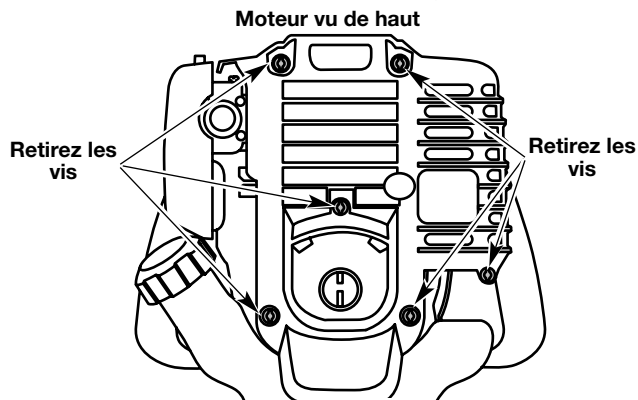

Fig. 52
1. Retirez les six (6) vis à l'arrière de la couverture du moteur avec un tournevis plat ou un tournevis Torx T-25 (Fig. 52).
4. Déposez le couvercle du moteur (Fig. 52).
1. Arrêtez le moteur et laissez-le refroidir. Retirez les six (6) vis à l'arrière de la couverture du moteur avec un tournevis plat ou un tournevis Torx T-25 (Fig. 52).